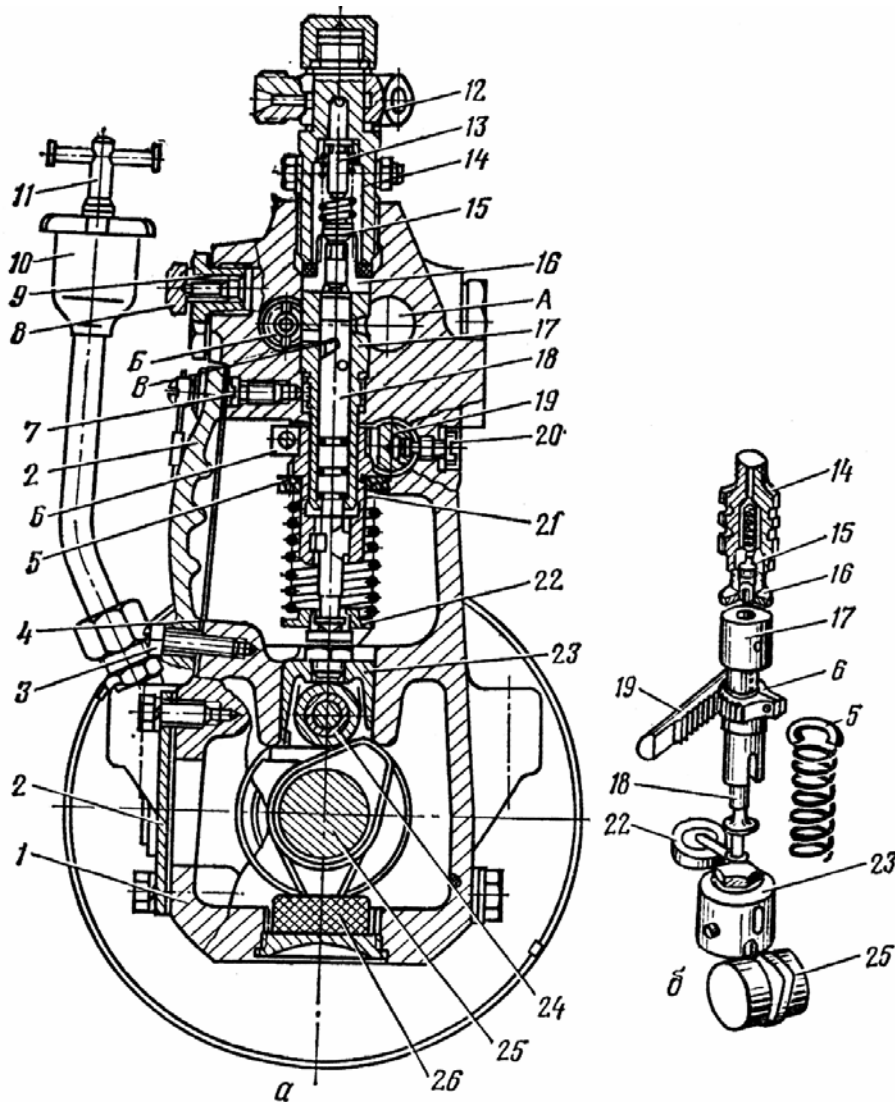

Рис. 4.4. Топливный насос высокого давления ЯМЗ-240Б:
9. По плакату изучите устройство и работу топливного насоса. Топливный насос высокого давления двигателя ЯМЗ-240Б (рис. 4.4) секционного типа, имеет двенадцать секций, каждая из которых подает топливо в один цилиндр. Секция состоит из плунжерной пары (плунжер 18 и гильза 17), поворотной втулки 21 с зубчатым сектором 6, пружины с упорными тарелками 5 и 22, толкателя 23. На каждый толкатель воздействует кулачок вала насоса.